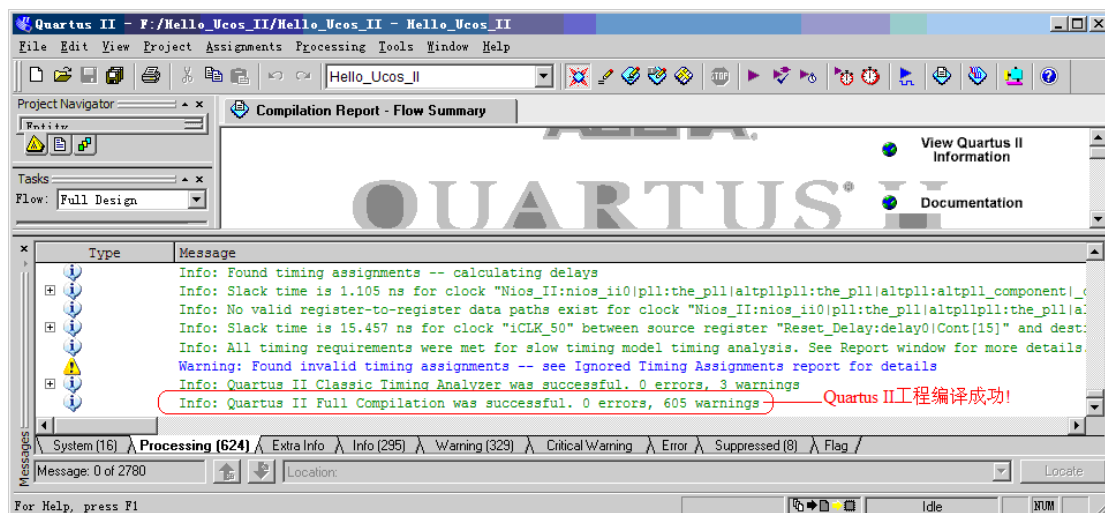
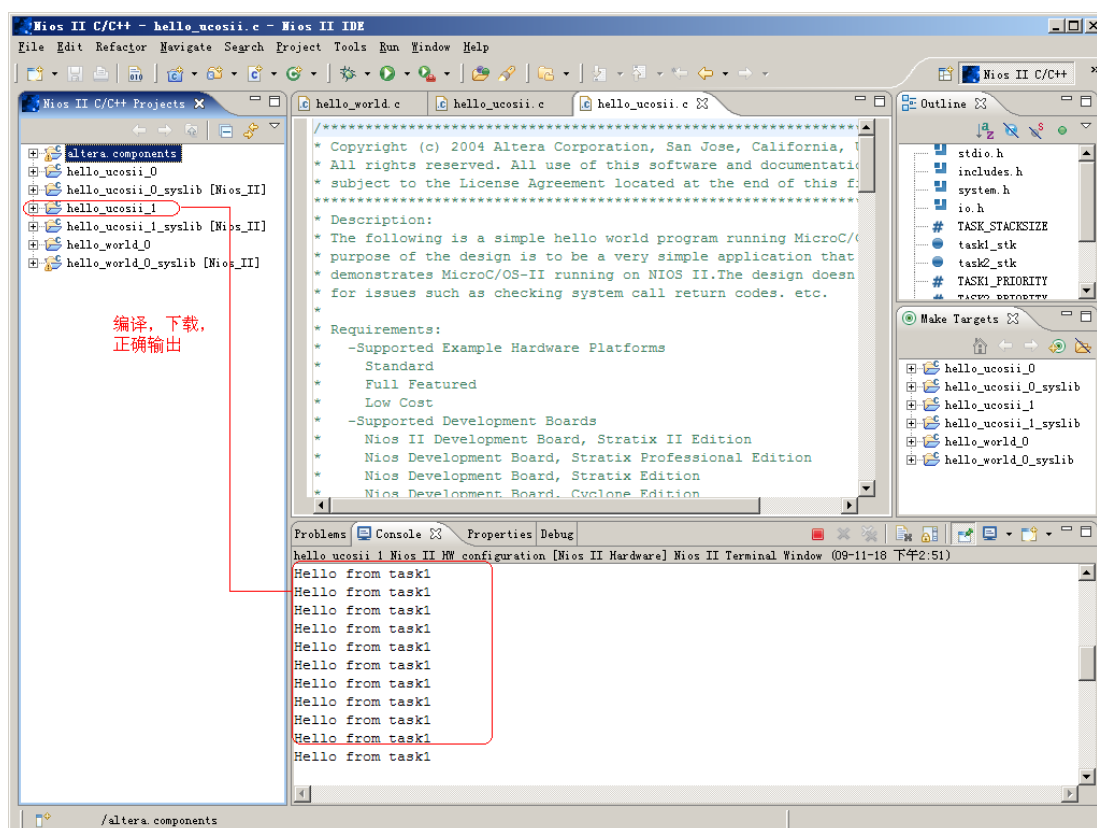

图 11-73 既有 Quartus 工程编译成功
图 11-74 NIOS-II 环境下运行的 C 程序向 JTAG_UART 口输出 Hello 信息成功
- ②编译 **Quartus II** 的 **FPGA** 工程。参看图 11-73。
- ③在 **Nios II** 集成开发环境打开该工程的 **C/C++** 应用工程
- ④运行输出到 **JTAG_UART** 口的 C 代码。参看图 11-74。